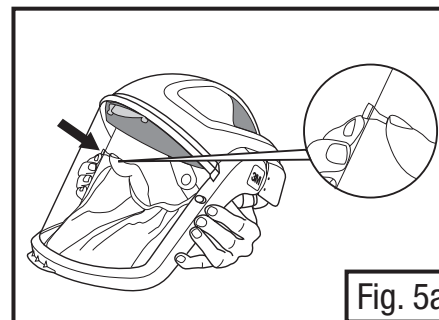
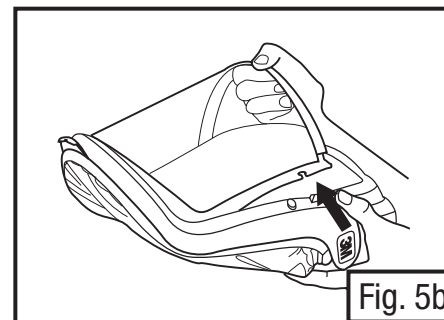

Fig. 5a
Fig. 5b
- Con el marco del visor en la posición inferior (M-100 & M-300), libere los botones del marco del visor al presionar los botones hacia afuera desde el interior del marco del visor, se escuchará un “clic” (Fig. 5a). Mueva el marco del visor hacia la posición superior (abierto) y jale el visor para quitar el marco (Fig. 5b). Si usa el equipo M-400, es posible que sea más fácil si el marco del visor está en la posición superior (abierto) para liberar los botones y quitar el visor.
- Con el visor en la posición superior (abierto), instale un visor nuevo al insertarlo en la ranura en el marco, alinee las muescas en el visor con los botones del marco del visor. Asegúrese que el visor estén bien asentado en la ranura (Fig. 5b).